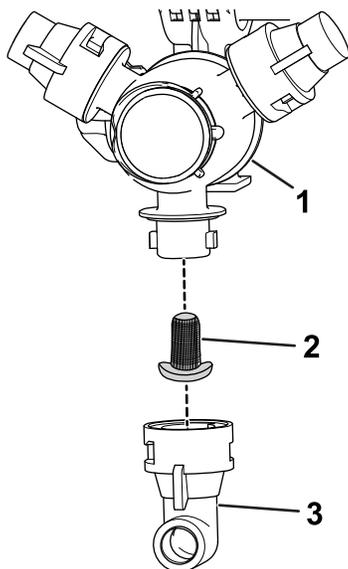

図 61
2. タレットからノズルを外す 図 61。
4. 新しいノズルフィルタを取り付ける 図 61。
5. タレットにノズルを取り付ける 図 61。
3. 古いノズルフィルタ 図 61 を外す。